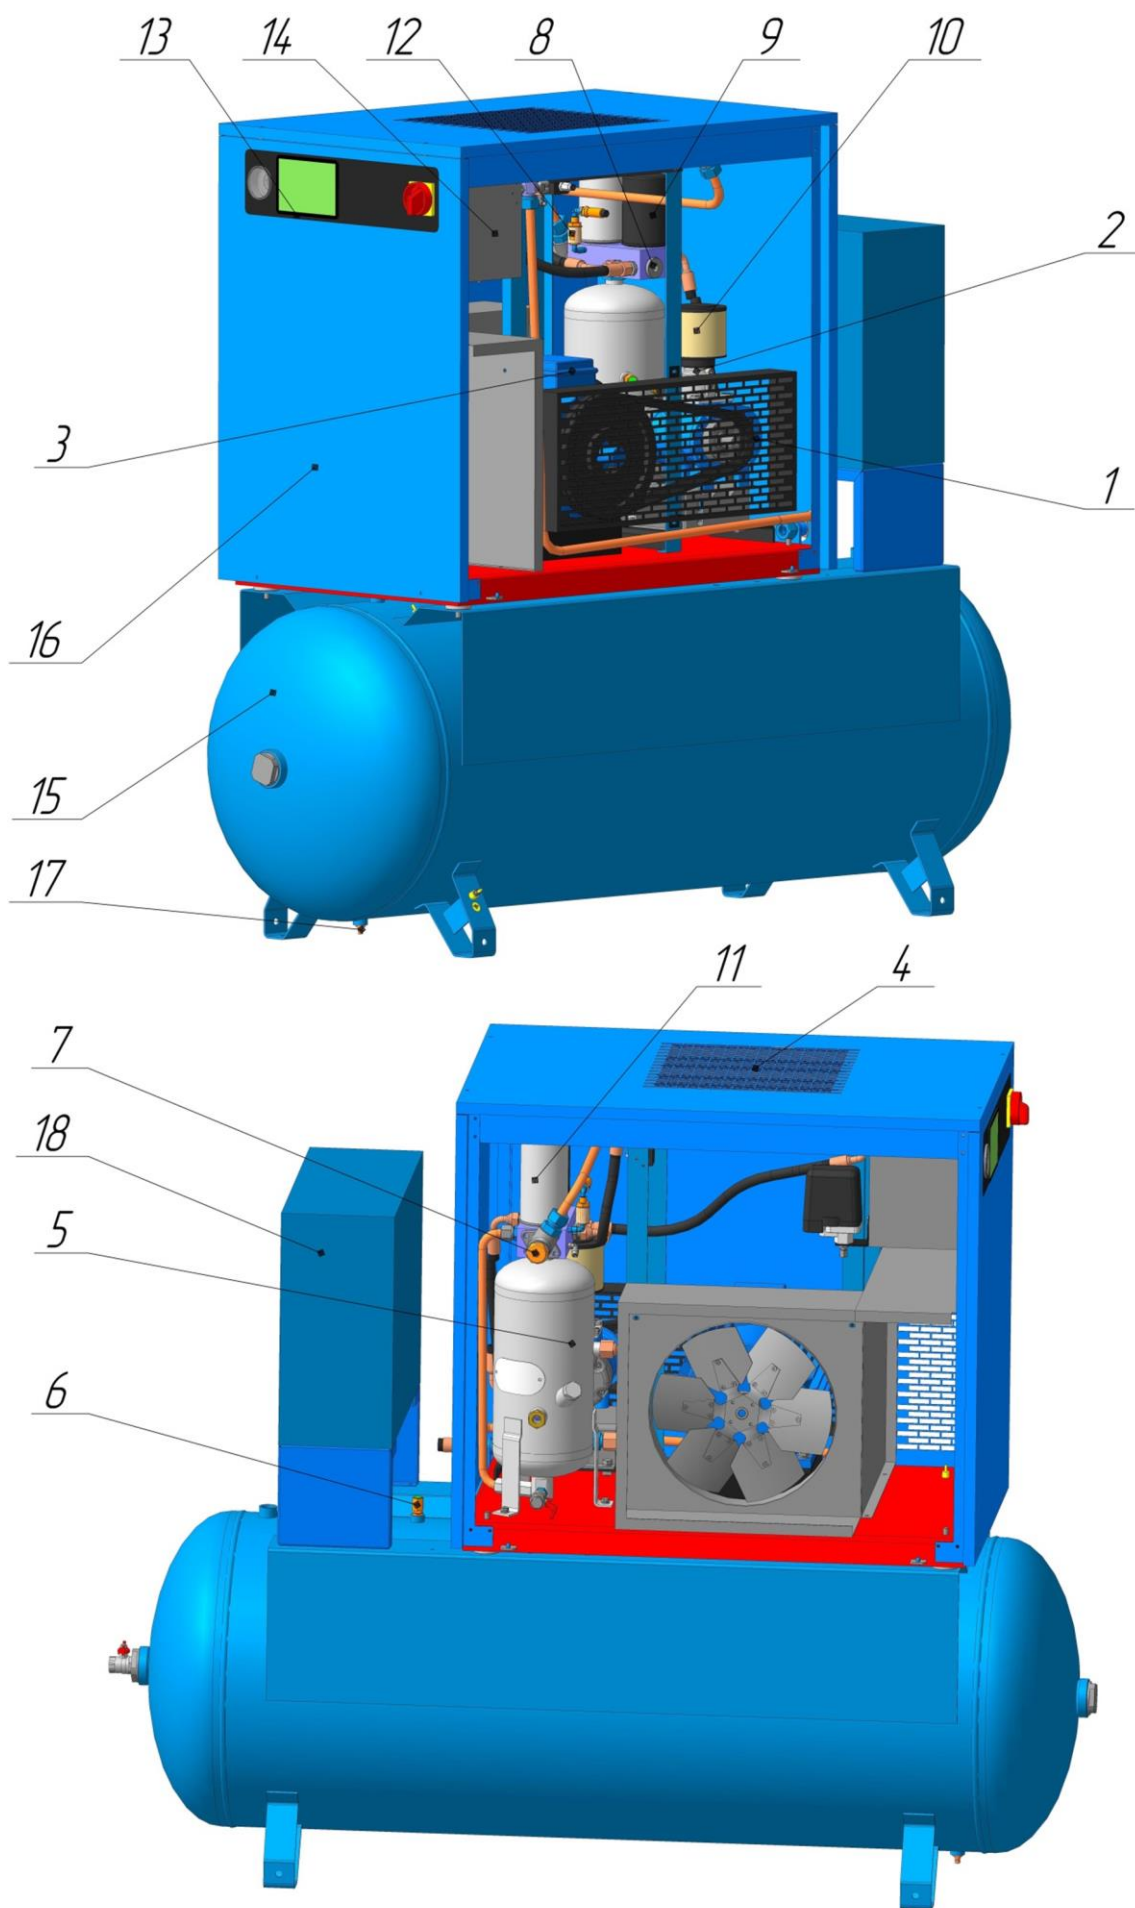

Рисунок 3 – Общий вид компрессорной установки VK15T-...-500Д
**18 – Осушитель** (см. рисунок 3) предназначен для отделения влаги, содержащейся в сжатом воздухе.